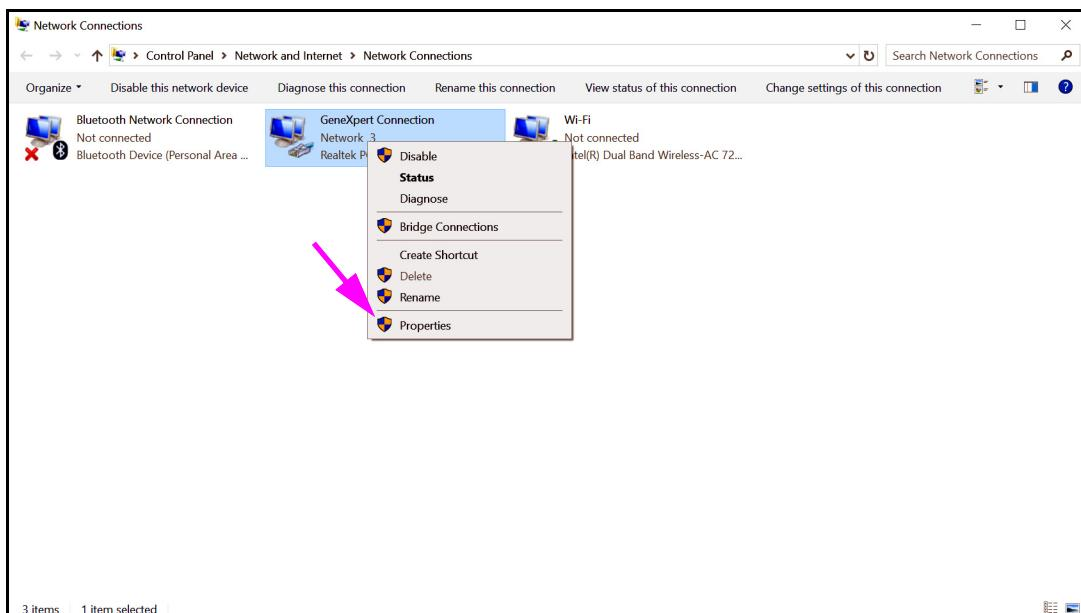

Figura 2-47. Schermata Network Connections (Conessioni di rete) con menu a discesa
6. Fare clic con il tasto destro sulla voce **GeneXpert Connection (Connessione GeneXpert)**. Viene visualizzato un menu a discesa. Vedere la Figura 2-47.